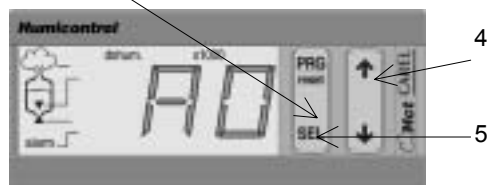

Рис. 8.3.2
3. Нажмите кнопку SEL для подтверждения пароля. Если пароль неверен, выполнение функции обрывается, если все в порядке – высвечивается «A0» - рис. 8.3.2.